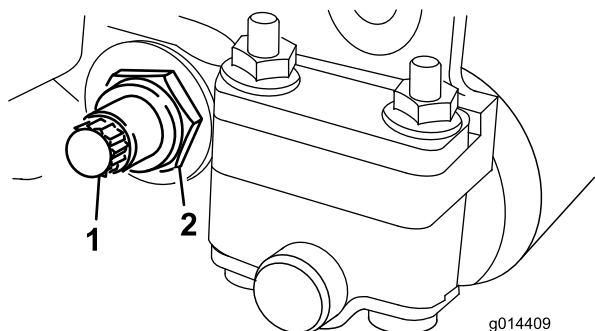

図 18
2. スプリング・テンション・ナットをゆるめて、ワッシャがベッドバーを全く押さないようにする (図 18)。
3. ベッドバー・ボルト (図 18) を固定しているジャムナット (機体両側) をゆるめる。